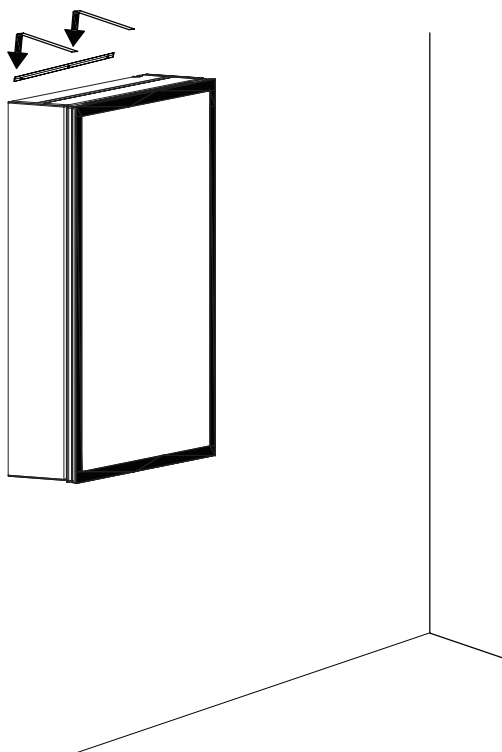

Abb. 7
2.3 Schalten Sie schließlich den Hauptschalter ein und prüfen Sie, ob der Schalter normal funktioniert (Abb. 7).